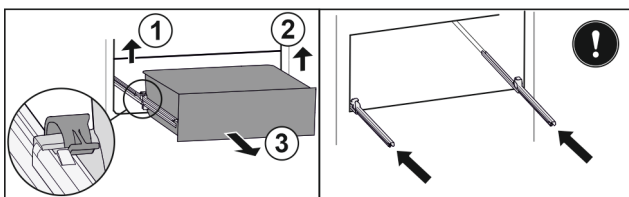

Fig. 142
- ▶ Підняти лівий затискач і одночасно висувний ящик ліворуч потягнути вперед. Fig. 142 (1)
- ▶ Підняти правий затискач і одночасно висувний ящик праворуч потягнути вперед. Fig. 142 (2)
- ▶ Вийняти висувний ящик рухом вперед. Fig. 142 (3)